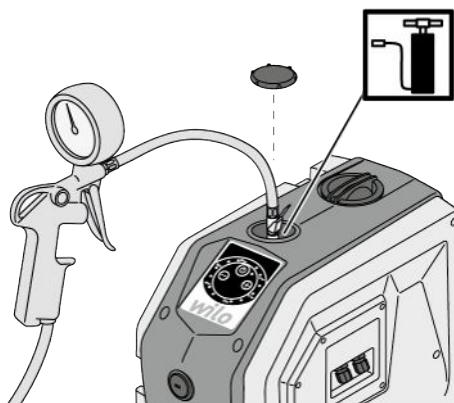
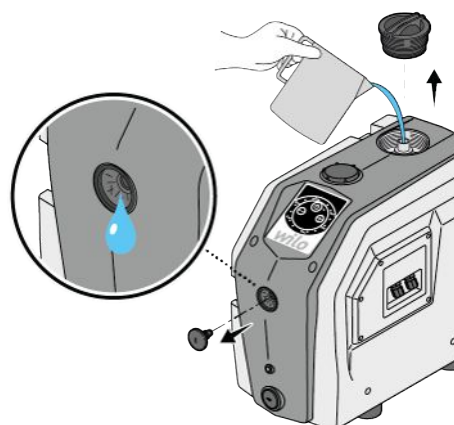

Fig. 7: Encher o depósito de expansão com membrana
Fig. 10: Enchimento
1. Fechar a válvula de cunha (Fig. 7 – Pos. 1, 2) no lado de aspiração e no lado da pressão.
1. Se o produto estiver instalado no modo de aspiração (Fig. 7), premir as teclas de comando «+» e «-» em simultâneo durante 5 segundos (Fig. 10).